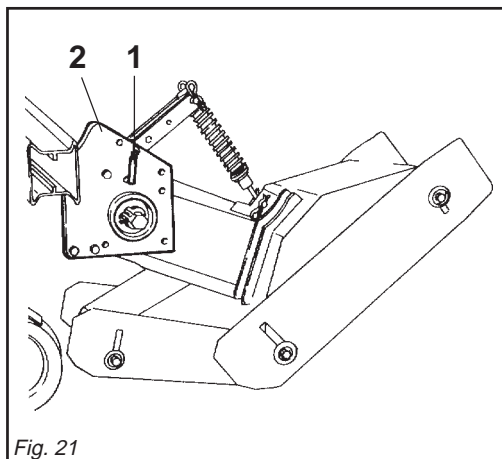

Fig. 21
Gli elementi fresanti (Fig. 21) sono sempre collegati alla presa di forza; pertanto vanno sollevati o tenuti sollevati solamente per lavori di manutenzione, con la presa di forza disinserita, con il trattore spento e frenato, con la chiave di avvio trattore disinserita.
The cutters (Fig. 21) are always connected to the pto. They must therefore only be lifted or kept raised during maintenance work, with the pto disengaged, the tractor off and braked and the tractor starter key removed.
Die Fräselemente (Abb. 21) sind immer der Zapfwelle verbunden. Sie daher nur bei ausgeschalteter Zapfwelle, ausgeschaltetem und abgebremstem Schlepper und abgezogenem Schlepperzündschlüssel für Wartungsarbeiten zu heben oder ausgehoben zu haleten.
Les éléments de binage (Fig. 21) sont toujours reliés à la prise de force; il faut donc les soulever ou les maintenir seulement pour les travaux d'entretien, la prise de force désenclenchée, le tracteur éteint et freiné, la clé de contact du tracteur débranchée.
Los elementos de fresado (Fig. 21) esán siempre conectados a la toma de fuerza; por lo tanto deben ser alzados o mantenidos alzados exclusivamente para trabajos de mantenimiento, con la toma de fuerza desconectada, con el tractor apagado y frenado, con la llave de arranque tractor desconectada.
- 1- Togliere la copiglia elastica e sfilare il perno (1 Fig. 21) che blocca il gruppo sul supporto (2 Fig. 21).
- 1- Remove the snap split pin and slide out the pin (1 Fig. 21) which locks the unit to the support (2 Fig. 21).
- halt, herausziehen (1 Abb. 21) und (2 Abb. 21).
- 1- Enlevez la goupille élastique et défilez le pivot (1 Fig. 21) qui bloque le groupe sur le support (2 Fig. 21).
- 1- Quitar la clavija elastica, y deshilar la pierna (1 Fig. 21) que bloquea el grupo sobre el soporte (2 Fig. 21).